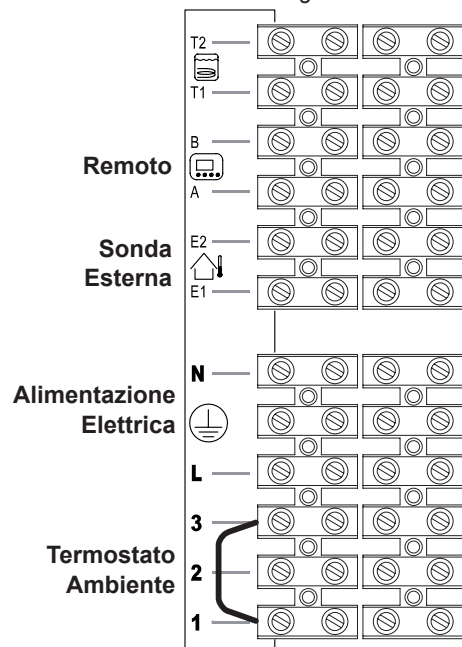

Figura 5.37
- Collegare ai morsetti **T1** e **T2** della morsettieria i due conduttori elettrici come indicato in Figura 5.37.
Per il collegamento della sonda esterna servirsi dei morsetti indicati in Figura 5.37.
Per il collegamento del remoto servirsi dei morsetti indicati in Figura 5.37.
Il ponticello elettrico collegato nella morsettiera termostato ambiente tra i morsetti "1 e 3" non va rimosso Figura 5.37.